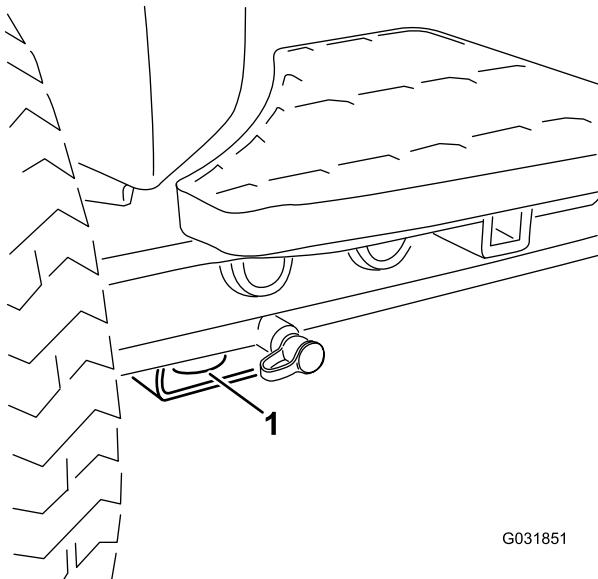

Bild 32
- Vorne: Loch im Rechteck unter dem Achsenrohr in jedem Vorderreifen (Bild 32)